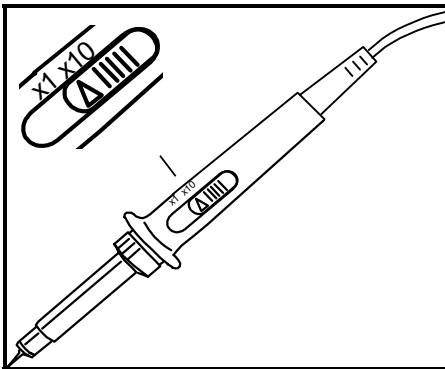

Fig 25 Druk de ‘x1/x10’ toets om de uitlezing aan te passen aan dat van de meetprobe „x1/x10’ instelling. (Fig 25)
- Bij 1s/div tijdsbasis of trager wordt enkel de ogenblikkelijke waarde weergegeven. ‘Vs’ (Fig 25)